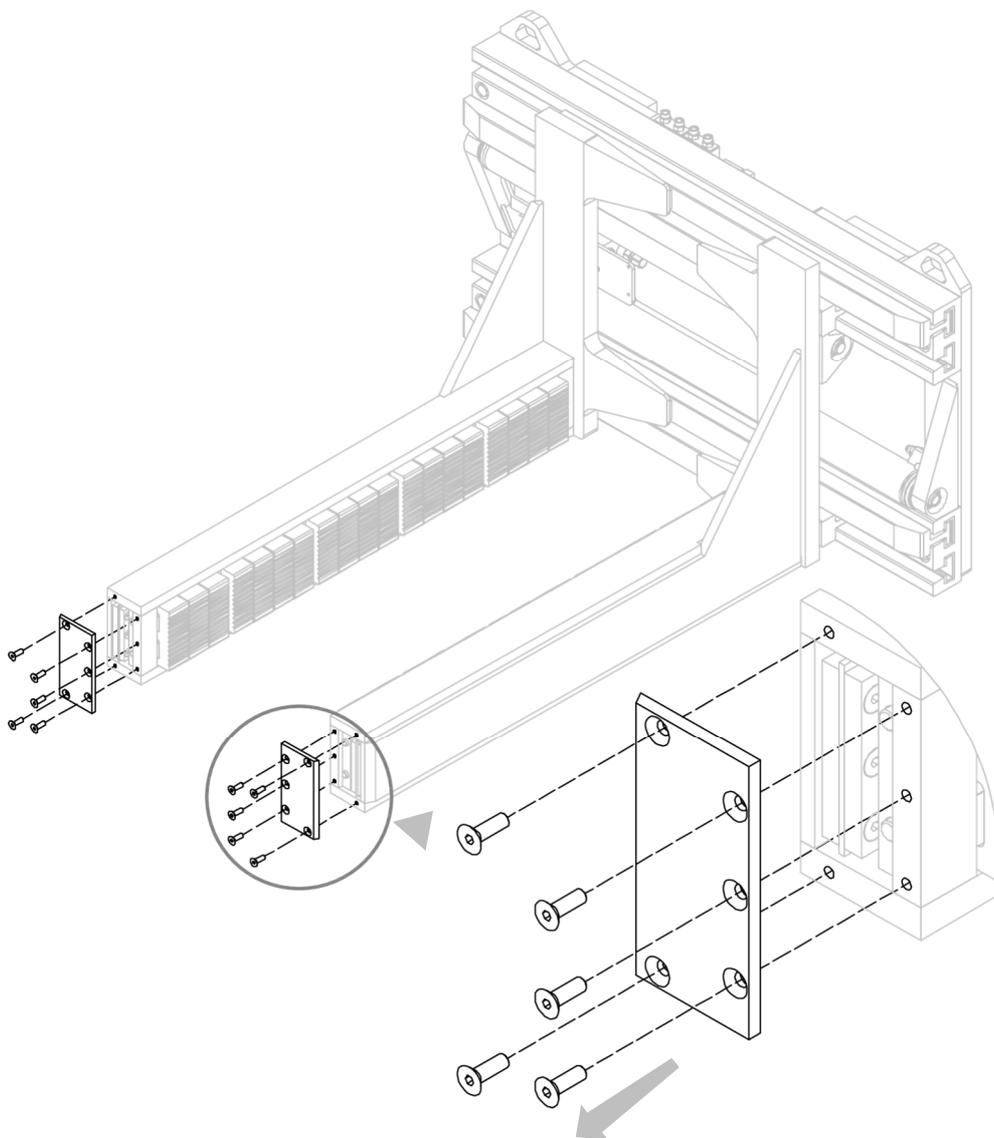

Figure 33
2. Retirer les couvercles en dévissant les vis qui les bloquent (voir *Figure 33*).